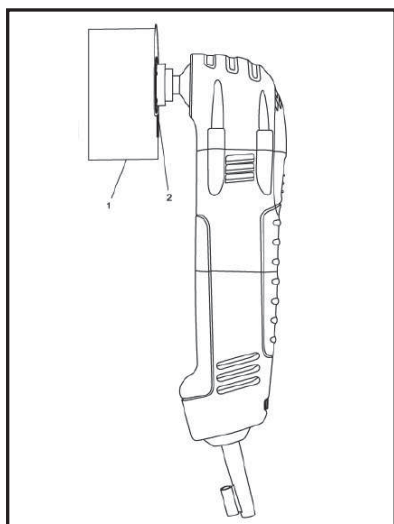

Рис. 9
2. Приложите коробку к гипсокартонной стенке и мягким карандашом обозначьте на гипсокартонной стенке необходимое прямоугольное отверстие (1) (Рис. 9).